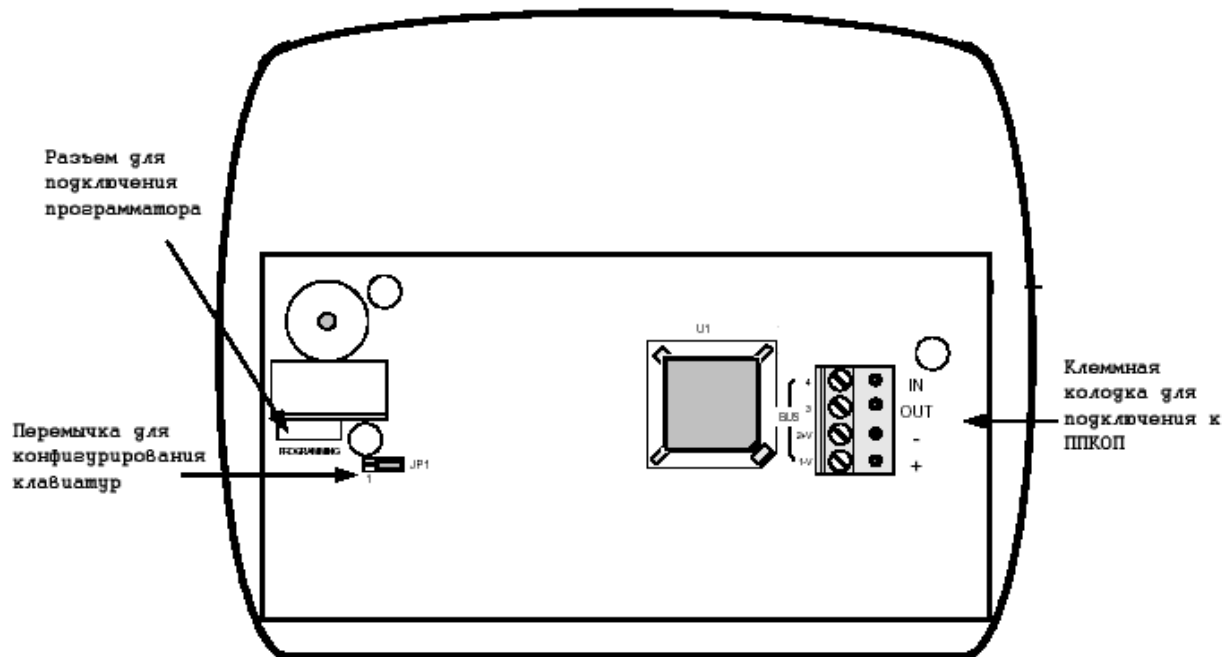

Рисунок 17 - Расположение элементов на плате клавиатуры
2.10.1.2 Закоротите контакты 1 и 2 перемычки JP1 (см. рисунок 17).